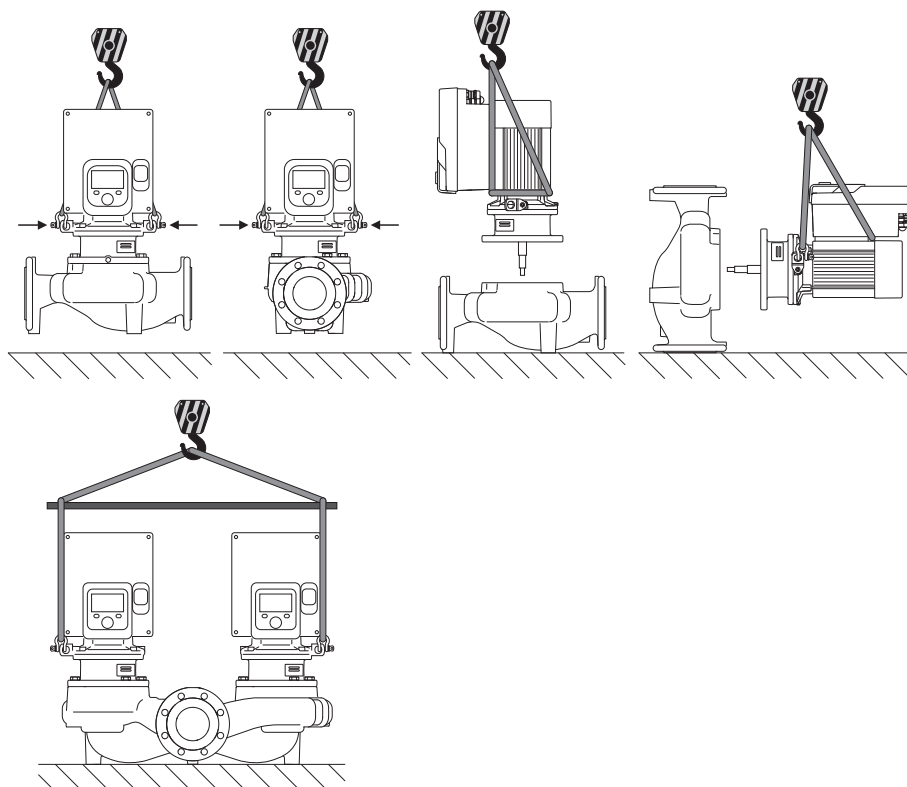

Fig. 6: Direcție de ridicare
Transportul pompei trebuie efectuat cu ajutorul accesoriilor de ridicare autorizate (palan, macara etc.). Accesoriile de ridicare trebuie să fie fixate pe ochetii de transport existenți pe flanșa motorului. Împingeți buclele de ridicare, dacă este necesar, sub placa de adaptare (Fig. 6).
2. Pentru siguranță, fixați ansamblul motor cu rotor hidraulic (Fig. 4), cu ajutorul mijloacelor adecvate de ridicare, pe ocheteii de transport. Pentru a preveni răsturnarea unității, așezați o buclă de curea așa cum se arată în Fig. 6 în jurul motorului și adaptorului modulului electronic. Evitați deteriorarea modulului electronic atunci când îl fixați.